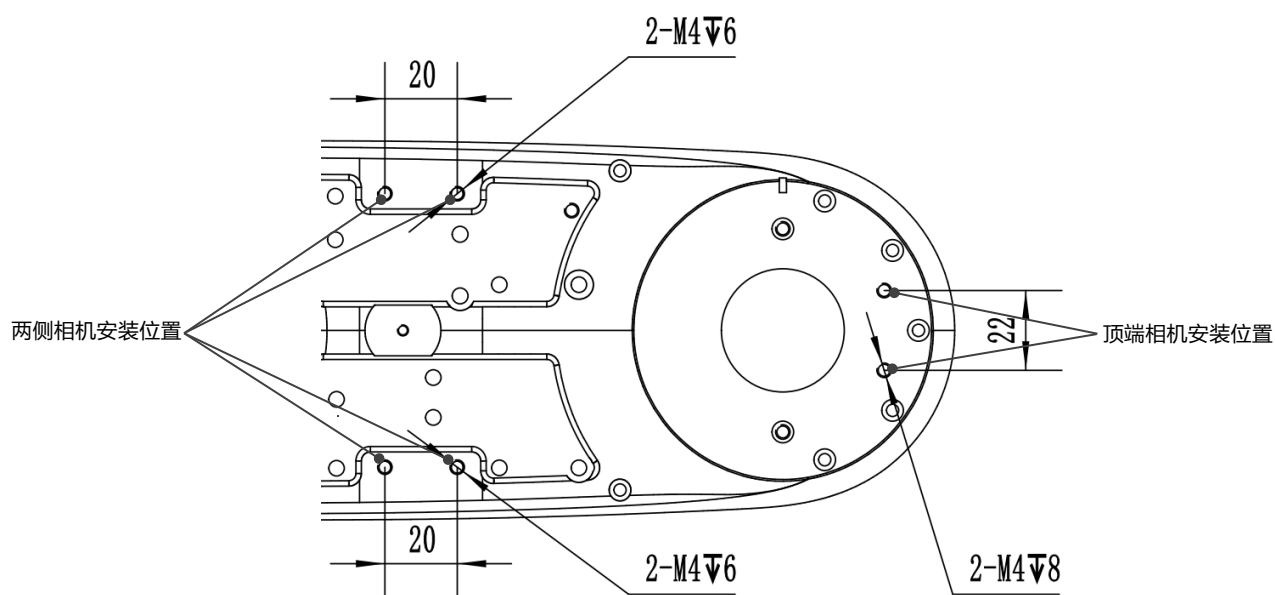

图 5-14 AIR3SC-400A 大小臂相机安装位置尺寸图
安装在小臂两侧（图 5-14 所示）时： $WM = M (L1)^2 / (L1 + L2)^2$
安装在小臂顶端（图 5-14 所示）时： $WM = M (LM)^2 / (L2)^2$
LM：J2 轴旋转中心（图 5-14 所示）至相机等的重心之间的距离
操作机在小臂上有相机安装位置，安装孔规格及尺寸如图 5-14 所示。